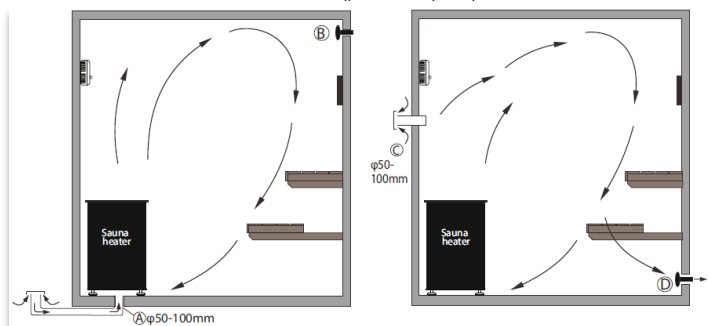

Рис.14
4. Естественная вентиляция (рис. 14 слева):
5. Механическая вытяжная вентиляция (рис. 14 справа):